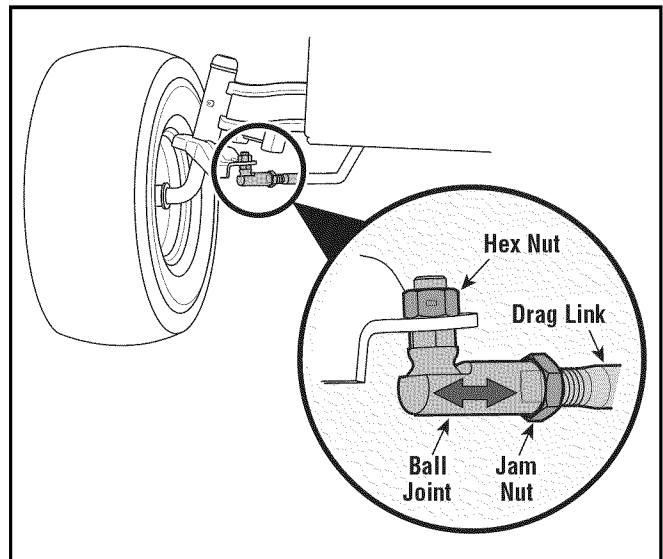

Figura 11
- Afloje la contratuerca que se encuentra en la barra de acoplamiento de la parte posterior de la junta de rótula. Vea la Figura 11.